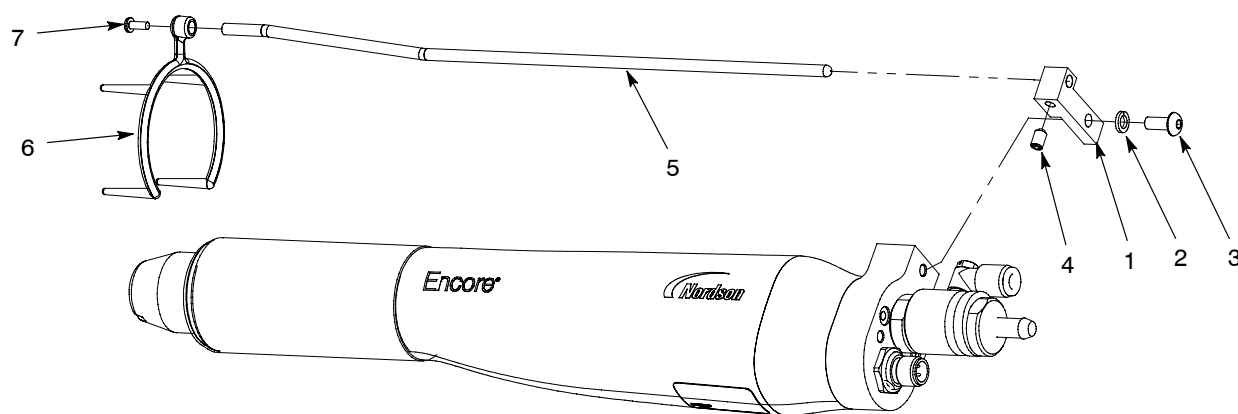

Figura 3-4 Instalarea colectorului de ioni – este prezentată duza de pulverizare plată
1. Vezi Figura 3-4. Instalați blocul de montare (1) pe pistol cu șaiba de blocare M5 și șurubul (2, 3).
2. Introduceți tija colectorului (5) în bloc și fixați-o cu șurubul de reglare M5 x 8 (4) inclus în setul colectorului de ioni.
3. Glisați vârful cu puncte multiple (6) pe piulița duzei și fixați-l în tija colectorului cu ajutorul șurubului M3 (7).
3. Vezi Figura 3-4. Slăbiți șurubul de reglare (4) și deplasați vârful cu puncte multiple de la capătul din față al pistolului.